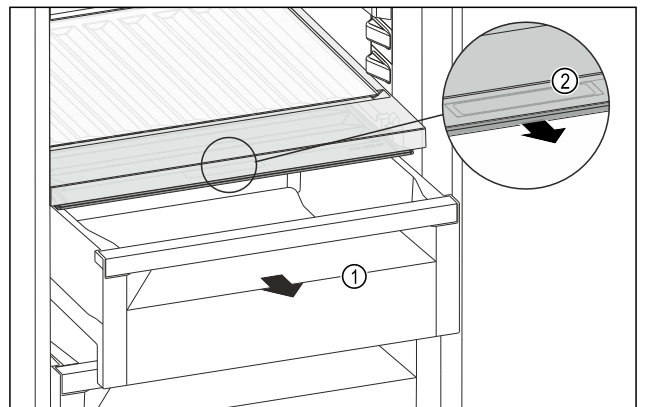

Fig. 210
- ▶ 拉出抽屉 Fig. 210 (1)。
- ▶ 抓住抽屉盖上的内嵌式拉手 Fig. 210 (2)，并同时向前拉出抽屉盖。